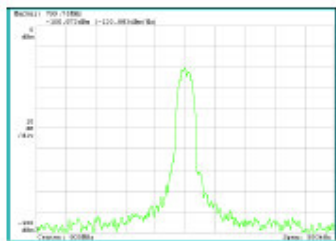

图 2-73 单次显示
4. 按压 Show Views 侧面键选择 Single 如图 2-73 所示。